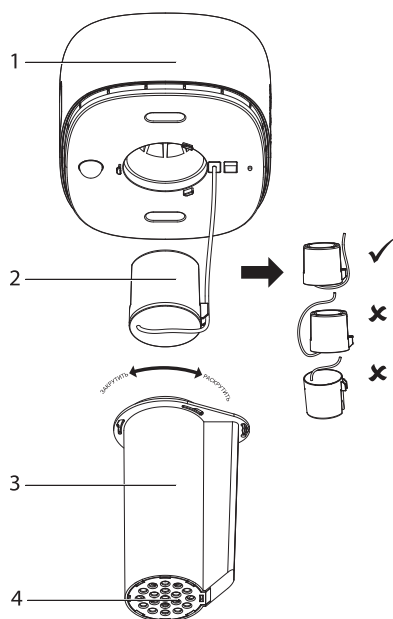

Рис.2.
2. Соберите крышку, печатную плату датчика и трубку выхода пара как указано на рис. 2.